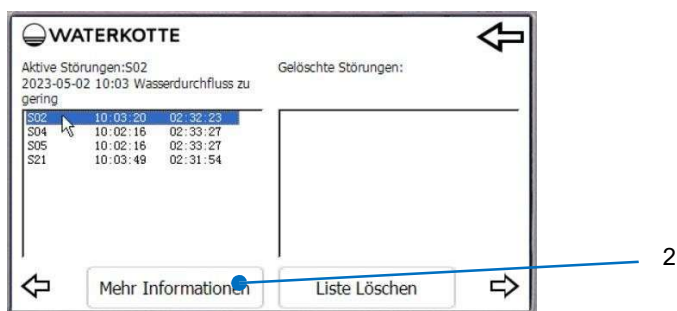

Figure 29 : Défaits
Si le système détecte une erreur, celle-ci est affichée dans la vue (voir Figure 29). En cliquant sur le défaut, une description en texte clair avec un horodatage est affichée au-dessus de la liste. Actionnez le bouton "Plus d'informations" (2) pour vérifier les valeurs de mesure au moment de l'apparition de l'erreur dans une autre information (voir Figure 30). Une fois l'erreur connue corrigée, la liste est automatiquement effacée.